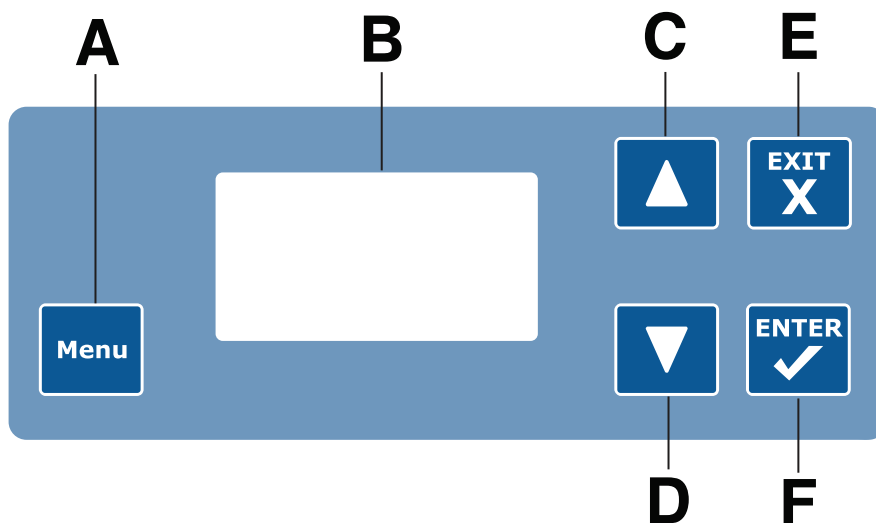

Figure 40 – Menu
Pour accéder à une option de menu, appuyer sur **Menu** (A) (Figure 40).
1. Appuyer sur **Menu** (A) (Figure 40).
- Appuyer sur **Entrée** (F) (Figure 40).
- Appuyer sur **Menu** (A) (Figure 40).
3. Appuyer et maintenir enfoncée la touche **Entrée** (F).
5. Appuyer sur **Entrée** (F) (Figure 40).
7. Après avoir ajouté de l'équipement ou des dispositifs au produit ou en retiré, appuyer sur **Entrée** (F) (Figure 40).
1. Appuyer sur **Menu (A)** (Figure 40).